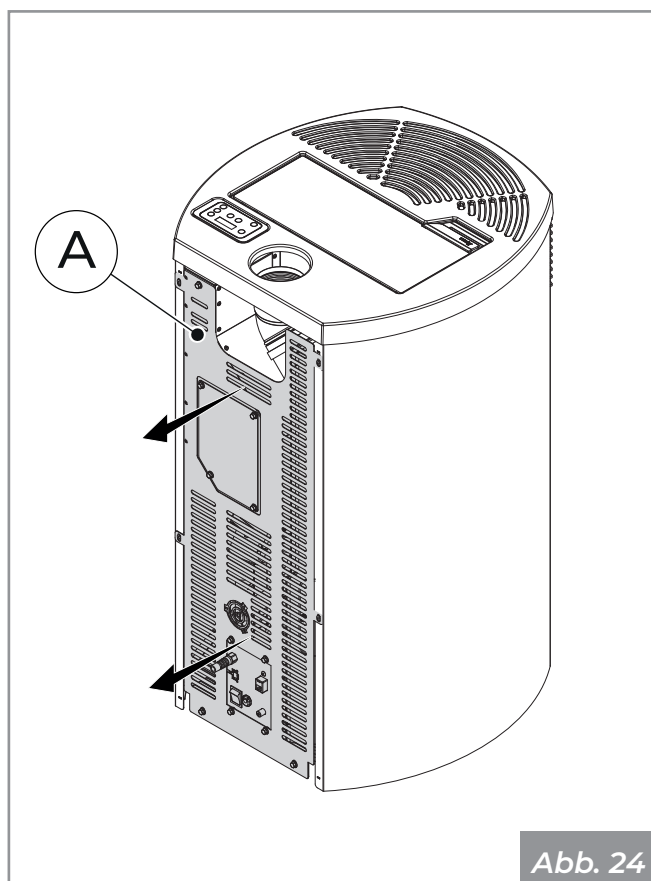

Abb. 24
- Entfernen Sie die Befestigungsschrauben an der linken Seite und an der hinteren Teil (**Abb. 24 - A**).